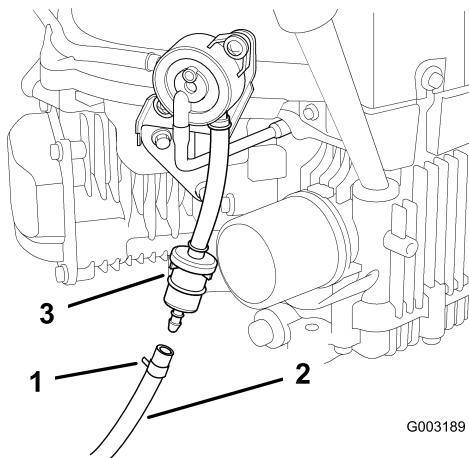

Figure 42
5. Desserrez le collier de serrage au niveau du filtre à carburant et éloignez-le du filtre en le poussant le long de la conduite d'alimentation (Figure 42).
8. Raccordez la conduite d'alimentation au filtre. Rapprochez le collier de serrage du filtre pour fixer la conduite d'alimentation (Figure 42).
4. Pincez les extrémités des colliers et faites glisser ceux-ci pour les éloigner du filtre (Figure 42).
6. Montez un filtre neuf en pointant la flèche indiquant le sens d'écoulement vers le moteur, et rapprochez les colliers de serrage du filtre (Figure 42).
6. Débranchez la conduite d'alimentation du filtre (Figure 42).